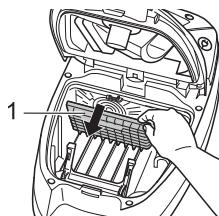

Abb. 22
- Entnehmen Sie den Filterhalter samt Motorschutzfilter (Abb. 22/1). Klappen Sie dazu den Filterhalter zuerst nach vorne und nehmen Sie ihn dann nach oben heraus.